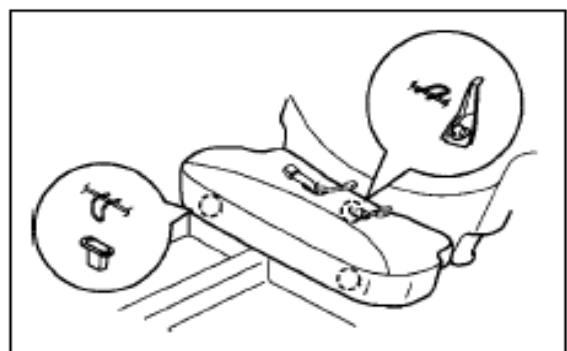

Рис. 512
- 1. Снятие подушки заднего сиденья**(рис. 512)